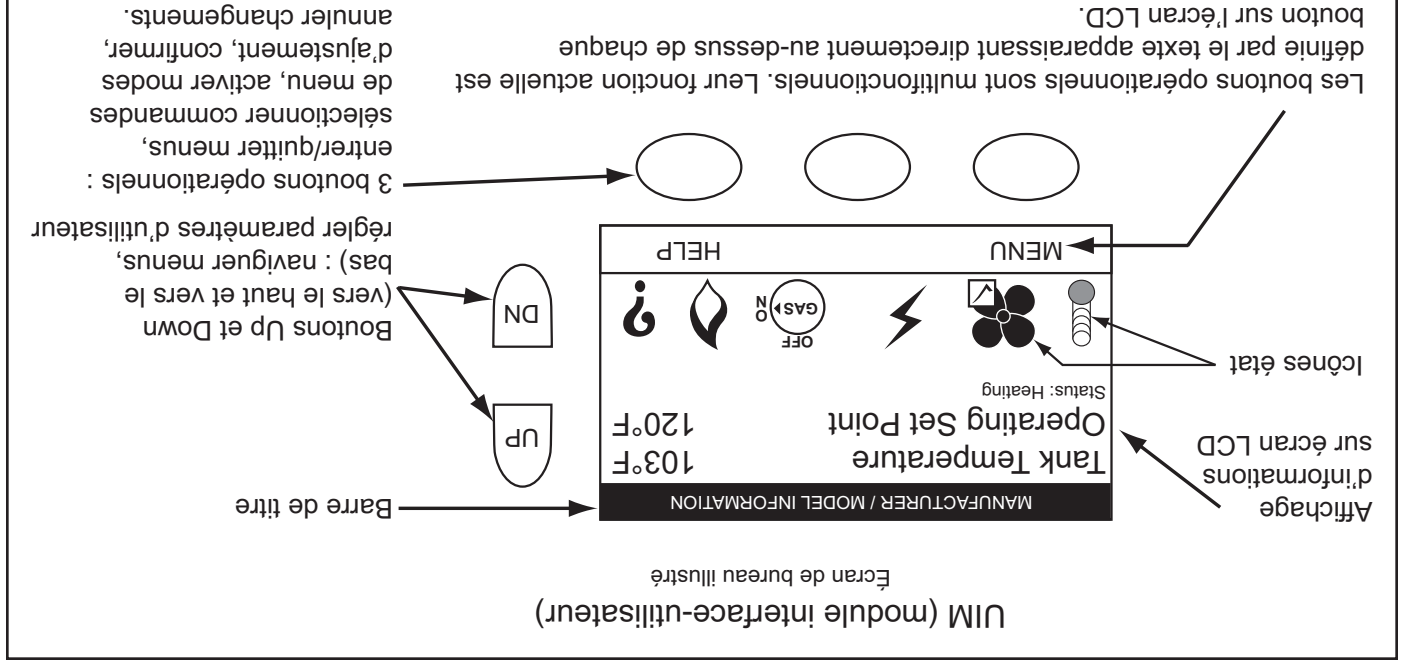

Figure : 36
Tous les paramètres d'information opérationnelle et d'utilisateur sont affichés et accédés à partir de l'UIM. L'UIM abrite l'écran ACL (affichage à cristaux liquides) du système de commande et cinq boutons d'entrée utilisateur à action instantanée (à rappel); un bouton vers le haut, un vers le bas et trois (3) boutons opérationnels multifonctions sous l'ACL, voir la Figure 36.